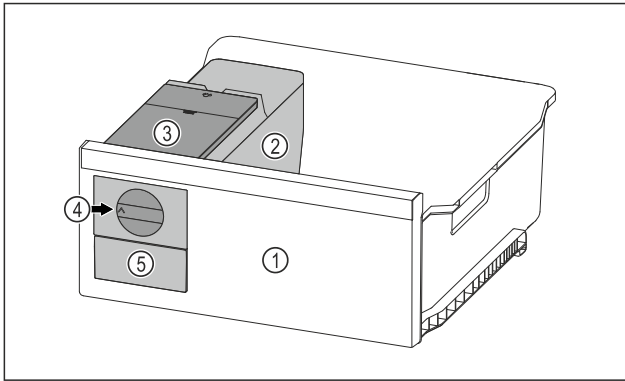

Fig. 97 Beispielfhafte Darstellung
- Drehknopf Fig. 97 (4) im Uhrzeigersinn bis zum Anschlag drehen.
- Eiskubel fallen aus der Eiskubelschale in das Eiskubelschubfach Fig. 97 (5). Wenn sich nicht alle Eiskubel aus der Eiskubelschale herauslösen: